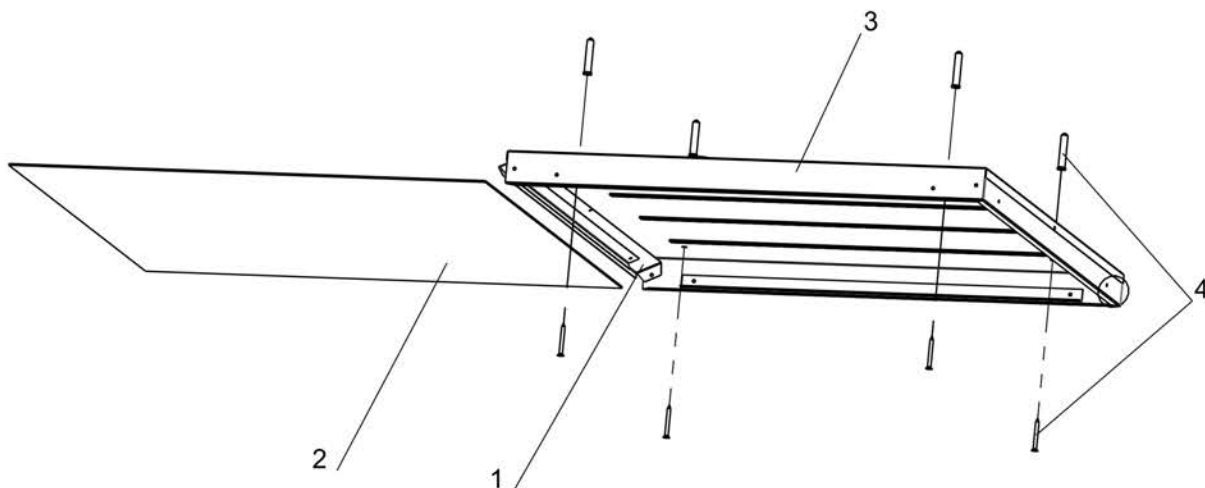
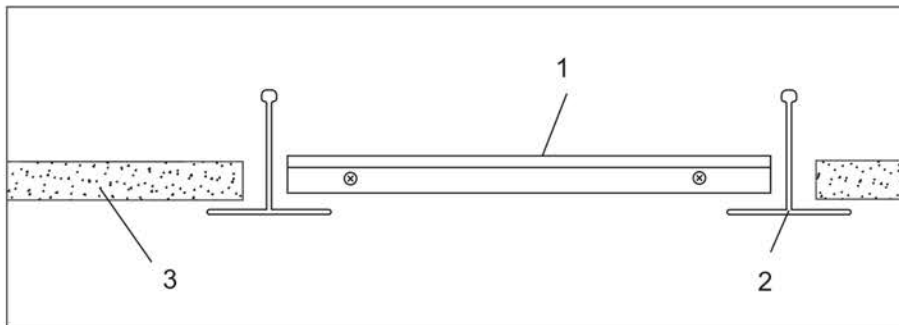

Рисунок 1
Рисунок 2
3.2.2.2 Накладной монтаж может применяться для светильников: ДВО 40304, ДВО 40306, ДВО 40404, ДВО 40406, ДВО 40454, ДВО 40456, ДВО 40304-1, ДВО 40306-1. Осуществляется следующим образом (см. рис. 1):
- повернуть боковую крышку (1) светодиодной панели;
- извлечь рассеиватель (2);
- закрепить корпус светодиодной панели (3) через имеющиеся отверстия непосредственно на поверхность потолка. Крепёж (4) для накладного монтажа в комплекте не поставляется;
- в обратном порядке установить на корпус светодиодной панели (3) рассеиватель (2);
- вернуть боковую крышку (1) в исходное положение.
3.2.2.3 Встраиваемый монтаж производить в подвесные потолки типа «Armstrong» для светильников: ДВО 40304, ДВО 40306, ДВО 40404, ДВО 40406, ДВО 40454, ДВО 40456, ДВО 40304-1, ДВО 40306-1, ДВО 404045-54-ОР, ДВО 404065-54-ОР (см. рис. 2). Светодиодную панель (1) установить на место потолочной плиты 600×600 мм (3) в межпотолочное пространство между направляющими (2) потолка «Armstrong», как показано на рисунке 2.